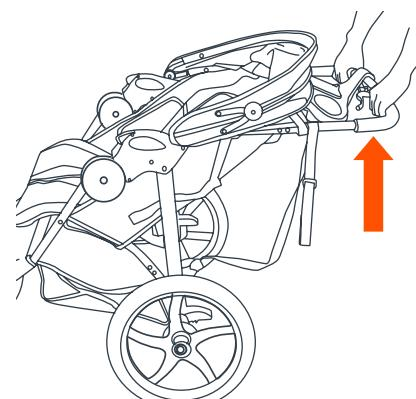

Fig. 19b
• Tirer vers haut sur la poignée de la poussette avec les deux mains jusqu'à ce que le cadre est redressé et verrouillé en position ouverte (Fig. 19b). La Poussette a des verrous à ressort des deux côtés de l'armature. S'assurer que les deux verrous sont entièrement engagés avant de placer votre enfant dans la poussette.